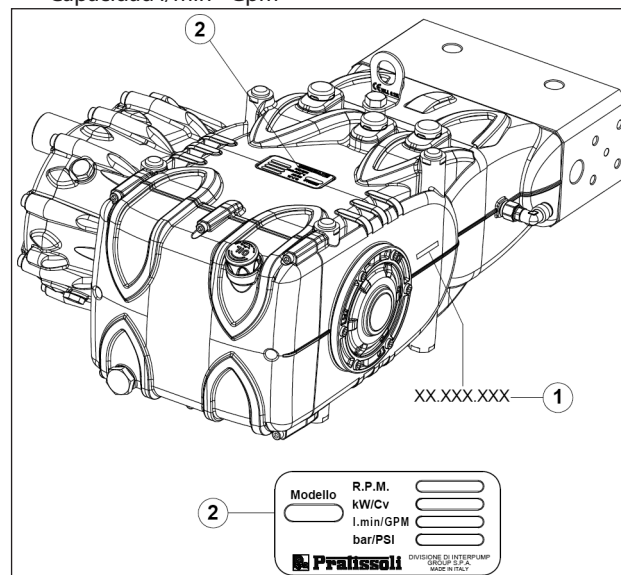

Fig. 1
Todas las bombas tienen su propio N° de matrícula XX.XXX.XXX, ver pos. ①, y una placa de identificación, ver pos. ② de Fig. 1, que contiene: